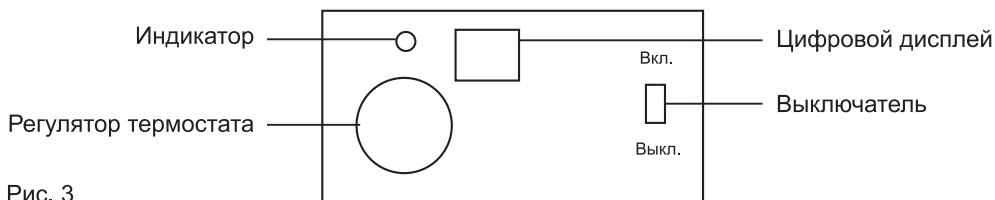

Рис. 3
3. Установите регулятор термостата в крайнее положение против часовой стрелки (рис. 3)